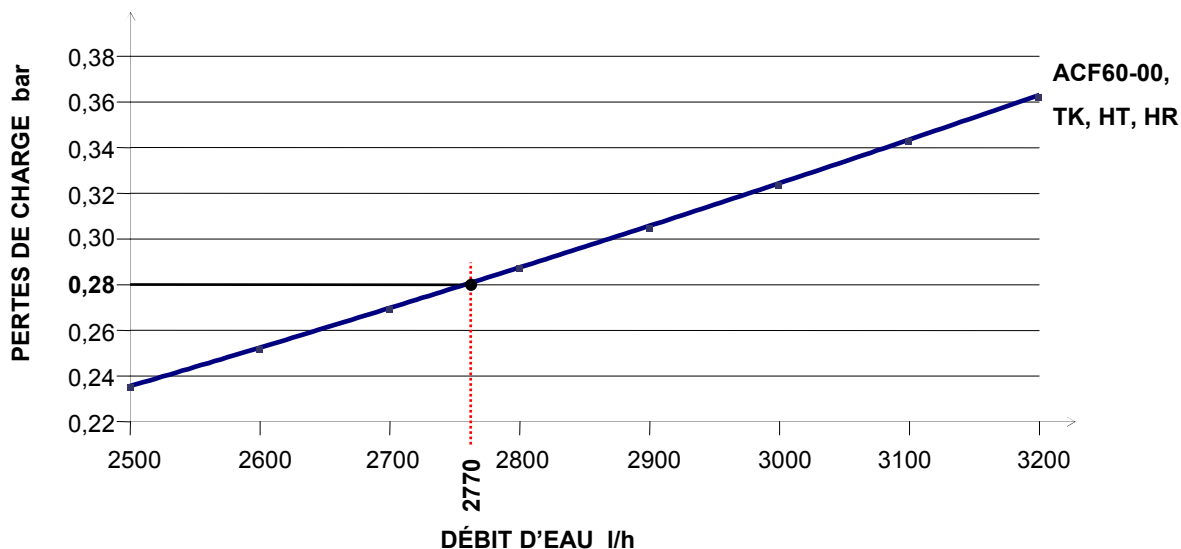

Figure 4 – Pertes de charge ACF60-00, TK, HT, HR, y compris version silencieuse
- (1) Conditions nominales : 1005 mbar, 19 °C
- (2) Conditions nominales de fonctionnement : température air extérieur 35 °C ; température eau réfrigérée - départ 7,2 °C – retour 12,7 °C. Pour toutes conditions autres que les conditions nominales, appliquer les facteurs de correction de la puissance frigorifique indiqués dans le Tableau 12, page 21.
- (3) Conditions nominales de fonctionnement : température air extérieur 35 °C ; température eau réfrigérée – départ 7,2 °C – retour 12,8 °C ; température de l'eau du récupérateur – départ 58,0 °C – retour 40,0°C. Pour toutes conditions autres que les conditions nominales, appliquer les facteurs de correction de la puissance frigorifique indiqués dans le Tableau 13, page 22.
- (4) PCI 34,02 MJ/m³ (1013 mbar – 15 °C).
- (5) PCI 46,34 MJ/kg (1013 mbar – 15 °C)
- (6) Valeurs de puissance sonore relevées par méthode intensimétrique selon la norme EN ISO 9614.
- (7) Conditions nominales de fonctionnement : température air extérieur 35 °C ; température eau réfrigérée – départ 7,2 °C – retour 12,8 °C ; température de l'eau du récupérateur – départ 50,0 °C – retour 40,0°C. Pour toutes conditions autres que les conditions nominales, appliquer les facteurs de correction de la puissance thermique indiqués dans le Tableau 14, le Tableau 15.
- (8) ± 10% en fonction de la tension d'alimentation et de la tolérance sur l'absorption des moteurs électriques.
- (9) Conditions nominales de fonctionnement : température eau de retour 12,7 °C ; débit eau réfrigérée 2770 l/h. Pour tous débits autres que le débit nominal, se référer à la Figure 4, page 24.
- (10) Hauteur de l'ACF HR ventilation silencieuse, avec embout du ventilateur.
- (11) Valeurs maximum de pression acoustique, en champ libre, avec facteur de directionnalité 2.